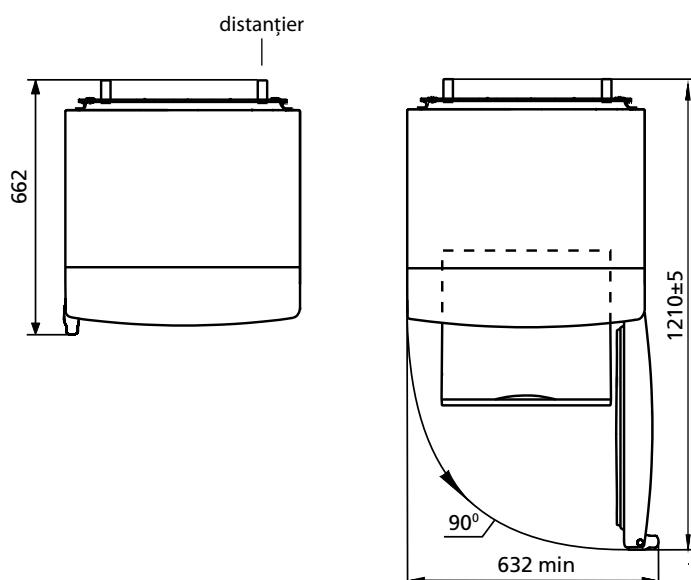

Figura 2 – Congelator (vedere de sus)
1.3 Spațiul total necesar pentru funcționarea congelatorului se determină de dimensiunile de gabarit, indicate în milimetri în figura 2. Pentru extragerea liberă a componentelor din congelator este necesar de deschis ușa la unghiul nu mai mic de 90°. Pentru a evita deteriorarea, ușile nu trebuie lăsate să se deschidă mai mult de 180°.